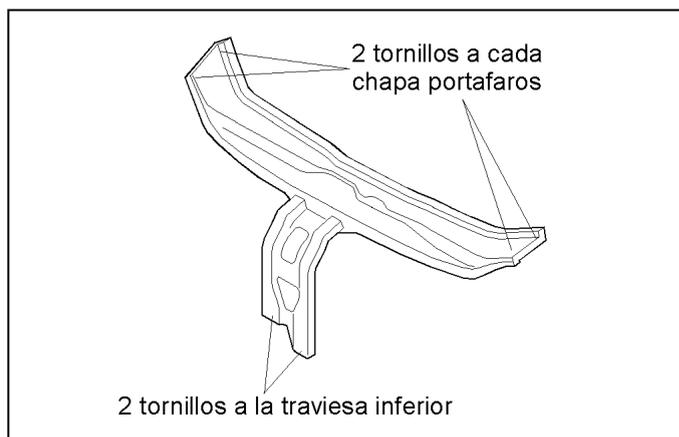

Figura 25.- Unión de la traviesa superior
- Traviesa superior (figura 25).
En la figura 25, se muestra la unión de la traviesa superior con el resto de la carrocería.